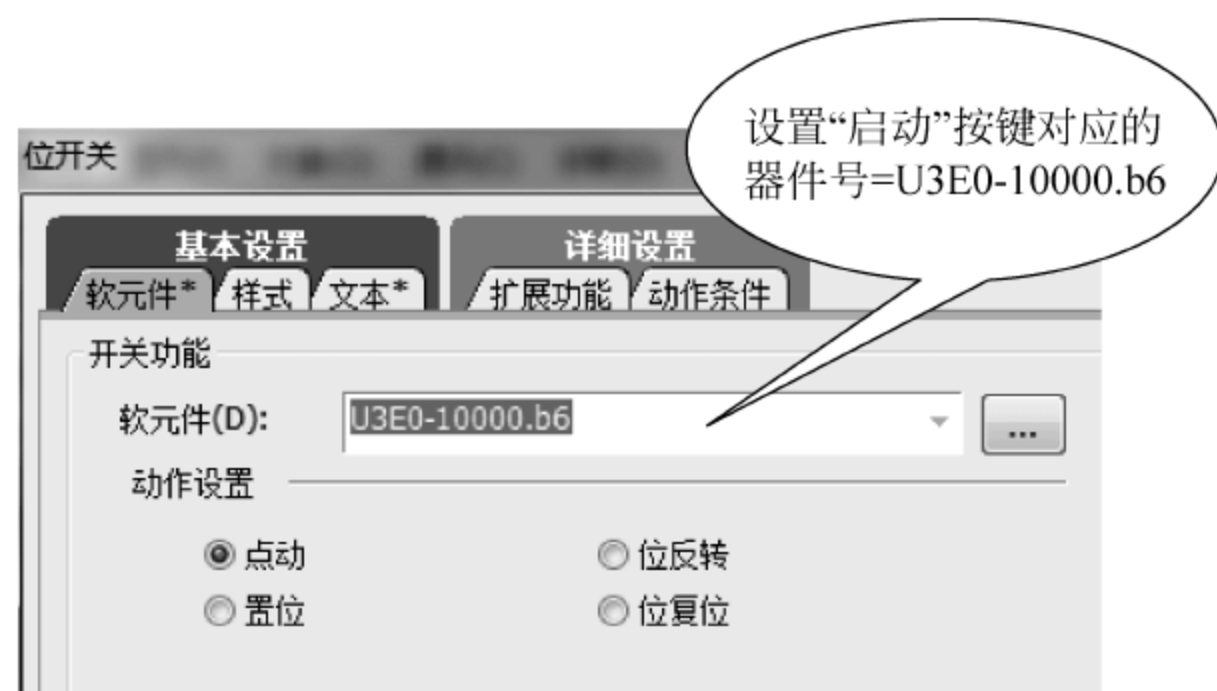

图 24-10 “启动”按钮器件号的设置
(2) 设置“启动”按键的器件号为 U3E0-10000. b6。该按键 U3E0-10000. b6,如图 24-10 所示对应到机器人中的输入信号地址为 10006,见表 24-1。